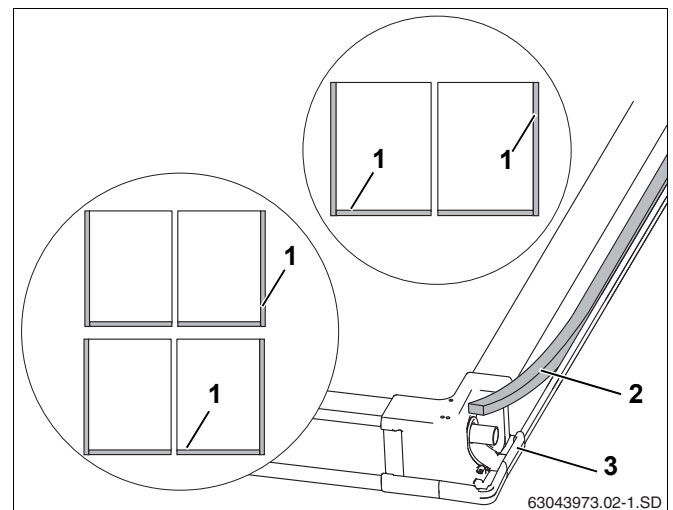

Рис. 21 Задняя сторона коллектора
В местах соединений боковых и нижних накладных листов с коллекторами (рис. 21, **поз. 1**) должна быть уложена уплотняющая лента.
- ▶ Уложите уплотняющую ленту (рис. 21, **поз. 2**) клеящей стороной вперед в пазы наружной стороны крайнего коллектора и внизу каждого коллектора (рис. 21, **поз. 1**) в т.ч. в угловой соединительный элемент (рис. 21, **поз. 3**).